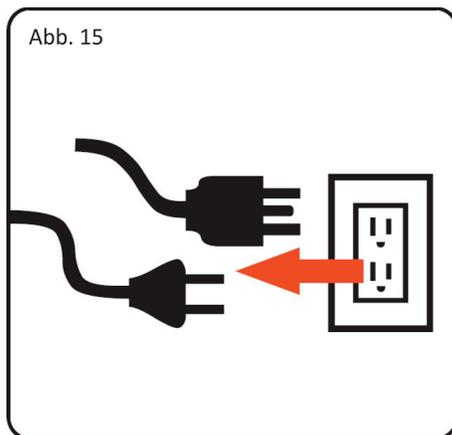

Abb. 15
- Alle Geräte MÜSSEN vom Stromerzeuger getrennt werden. Starten oder stoppen Sie niemals den Stromerzeuger, während Geräte an dessen Steckdosen angeschlossen sind. (Siehe Abb. 15).